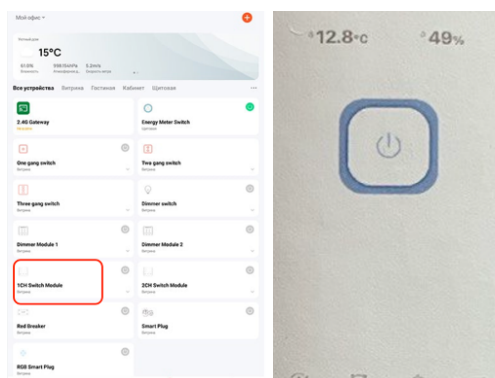

Рис. 19 Интерфейс приложения EWeLink
• Чтобы войти в полный интерфейс функциональной работы устройства, нажмите, как показано на Рис.19 ниже.